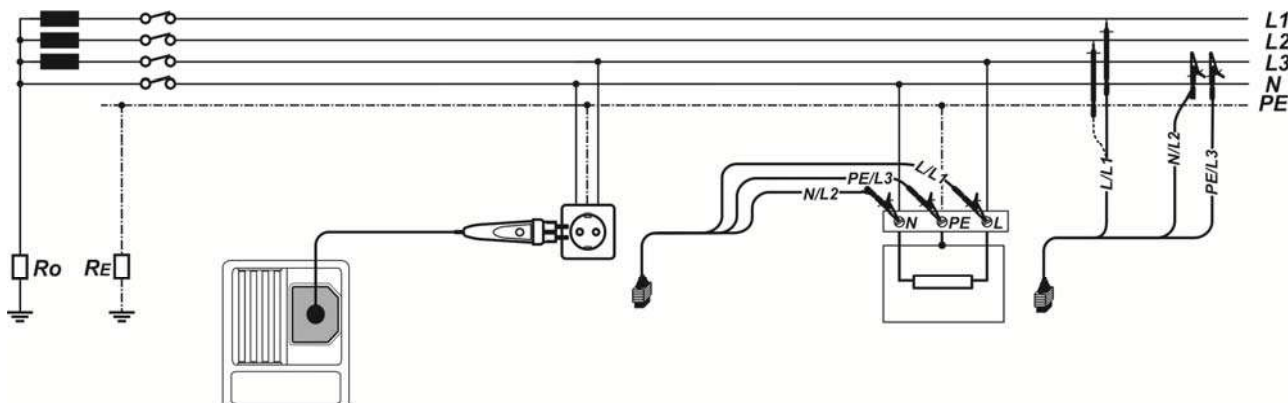

Рисунок 5.21: Измерение полного сопротивления линии фаза-нейтраль или фаза-фаза – подключение штепсельного щупа «plug commander» и 3-проводного тестового кабеля
- **Подключите** измерительные щупы к тестируемому устройству (см. Рисунок 5.21: Измерение полного сопротивления линии фаза-нейтраль или фаза-фаза – подключение штепсельного щупа «plug commander» и 3-проводного тестового кабеля